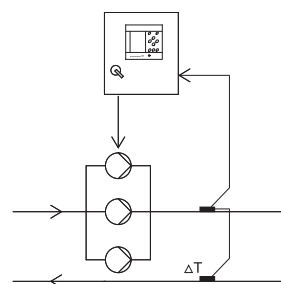

Рис. 23 Перепад температур
- Перепад температуры (датчик перепада температуры), см. рис. 23.